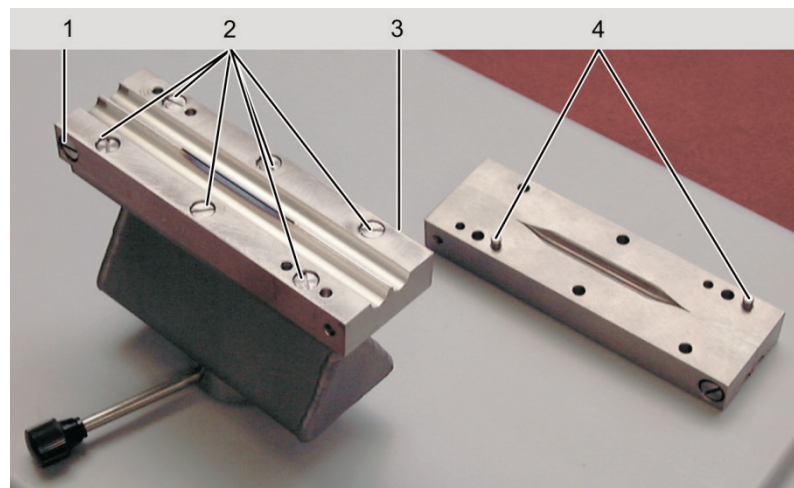

Abb. 59 Verschraubungen des Brenners
1. Verschraubungen der Brennerbacken (2 in Abb. 59) vom Brennerkörper lösen und Brennerbacken abnehmen.
2. Verschraubungen der Brennerbacken gegeneinander (1, 3 in Abb. 59) lösen.
6. Brennerbacken auf Brennerkörper aufschrauben, Passstifte (4 in Abb. 59) an den Brennerbacken sorgen für richtigen Sitz.